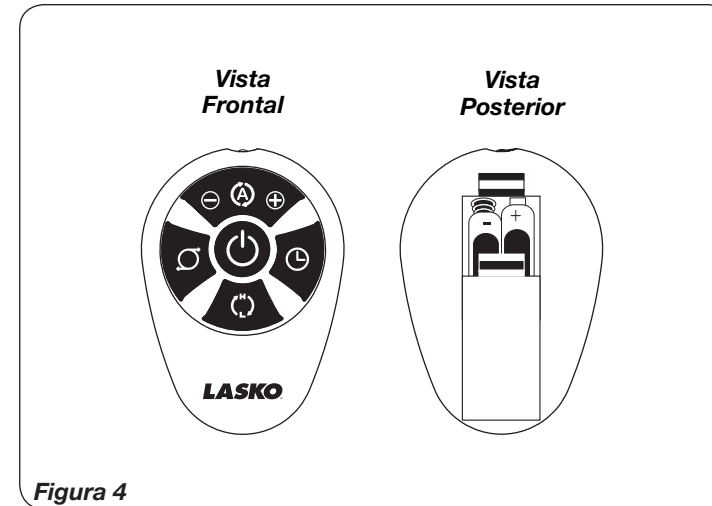

Figura 4
CONTROL REMOTO (Figura 4)
1. Instale las dos baterías "AAA" provistas. (Figura 4)